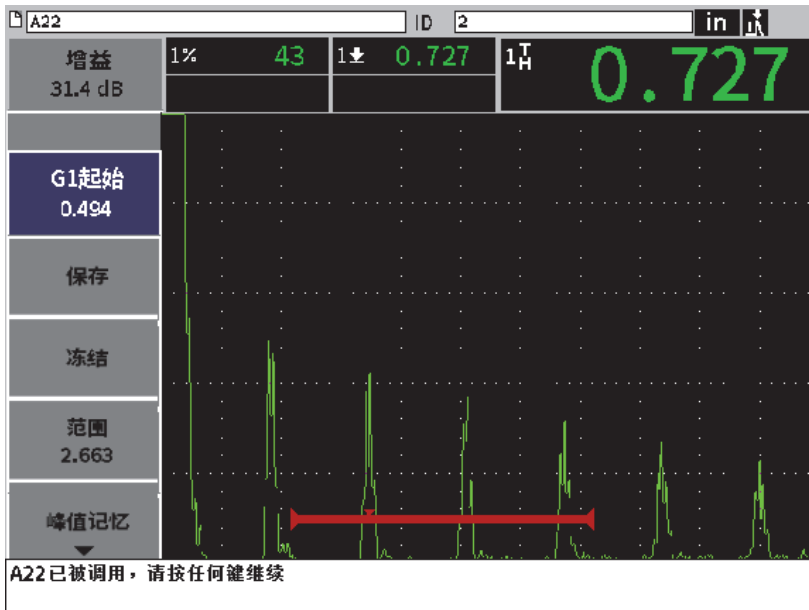

图 9-10 调用的文件数据
2. 按确定键，将保存的数据调用到实时 A 扫描中（参见第 128 页的图 9-10）。
被查看的 ID 码出现在文件标识栏中。信息栏中出现“< 文件名 > 已被调用，请按任何键继续”的通知（参见第 128 页的图 9-10）。